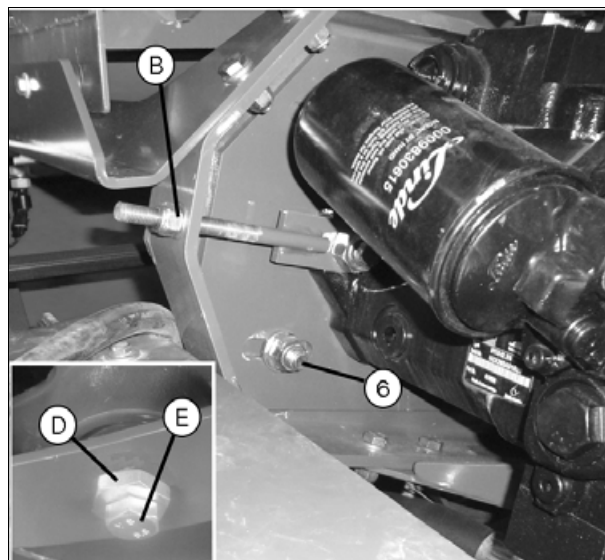

Рис. 20.
3. Ослабьте ремень при помощи пружины (A).
4. Ослабьте болты кронштейна насоса и ослабьте натяжитель (B), см. (рис. 20).
6. Ремень натягивается путем совместной регулировки пружины на натяжителе ремня (A) и кронштейна насоса на натяжителе (B) (рис. 20), пока расстояние (X) не станет равным 90 мм при зазоре (Y) равном 220 мм. В заключение затяните болты (B) (рис. 20) в кронштейне и контргайку у пружины.